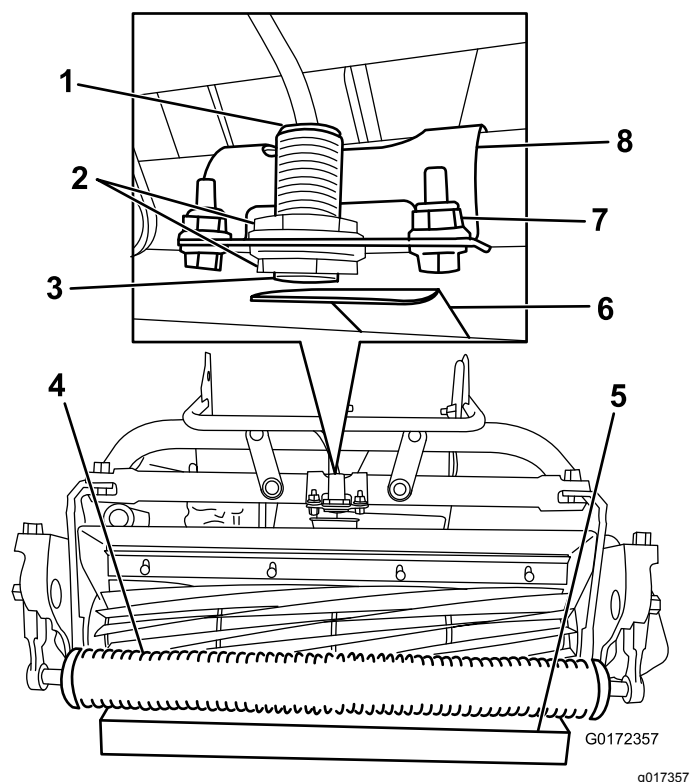

Figura 17
2. Allentate i controdadi sul sensore e regolatelo in modo che sia visibile un filetto dopo il controdado inferiore (Figura 17).
4. Posizionate un blocco da 3,8 cm sotto il rullo dell'apparato di taglio anteriore (Figura 17).
5. Allentate i fermi che fissano la staffa del sensore al telaio (Figura 17).
8. Ruotate la staffa del sensore verso la piastra di misurazione in modo che la luce sopra il sensore si accenda (Figura 17). Se la luce era già accesa, allontanatela dalla piastra di misurazione in modo che si spenga, quindi invertite la direzione finché non si riaccende.